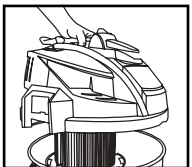

FIGURE 2
2. Soulevez le couvercle du réservoir en utilisant la poignée sur le dessus, comme indiqué à la **FIGURE 2.**